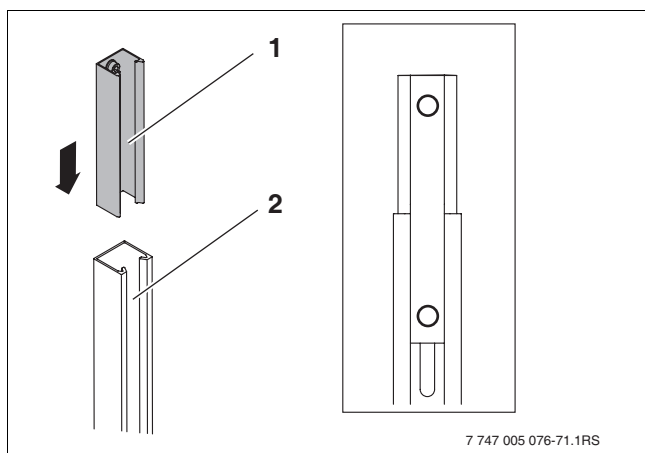

Fig. 40 Insérer le connecteur TSS dans le rail profilé-capteur
- Glisser le connecteur TSS (→ fig. 40, [1]) dans le rail profilé-capteur [2] et le visser avec des vis M8 x 20 et écrous M8.